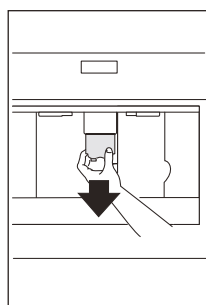

Rys. 15
- ▶ Urządzenie jest ustawione na przyrządzanie kawy o normalnym smaku. Możesz wybrać kawę bardzo łagodną, łagodną, normalną, mocną i bardzo mocną. Aby wybrać preferowaną moc kawy, naciśnij kilka razy ikonę (B4) (Rys. 15). Wyświetli się wybrany smak kawy.